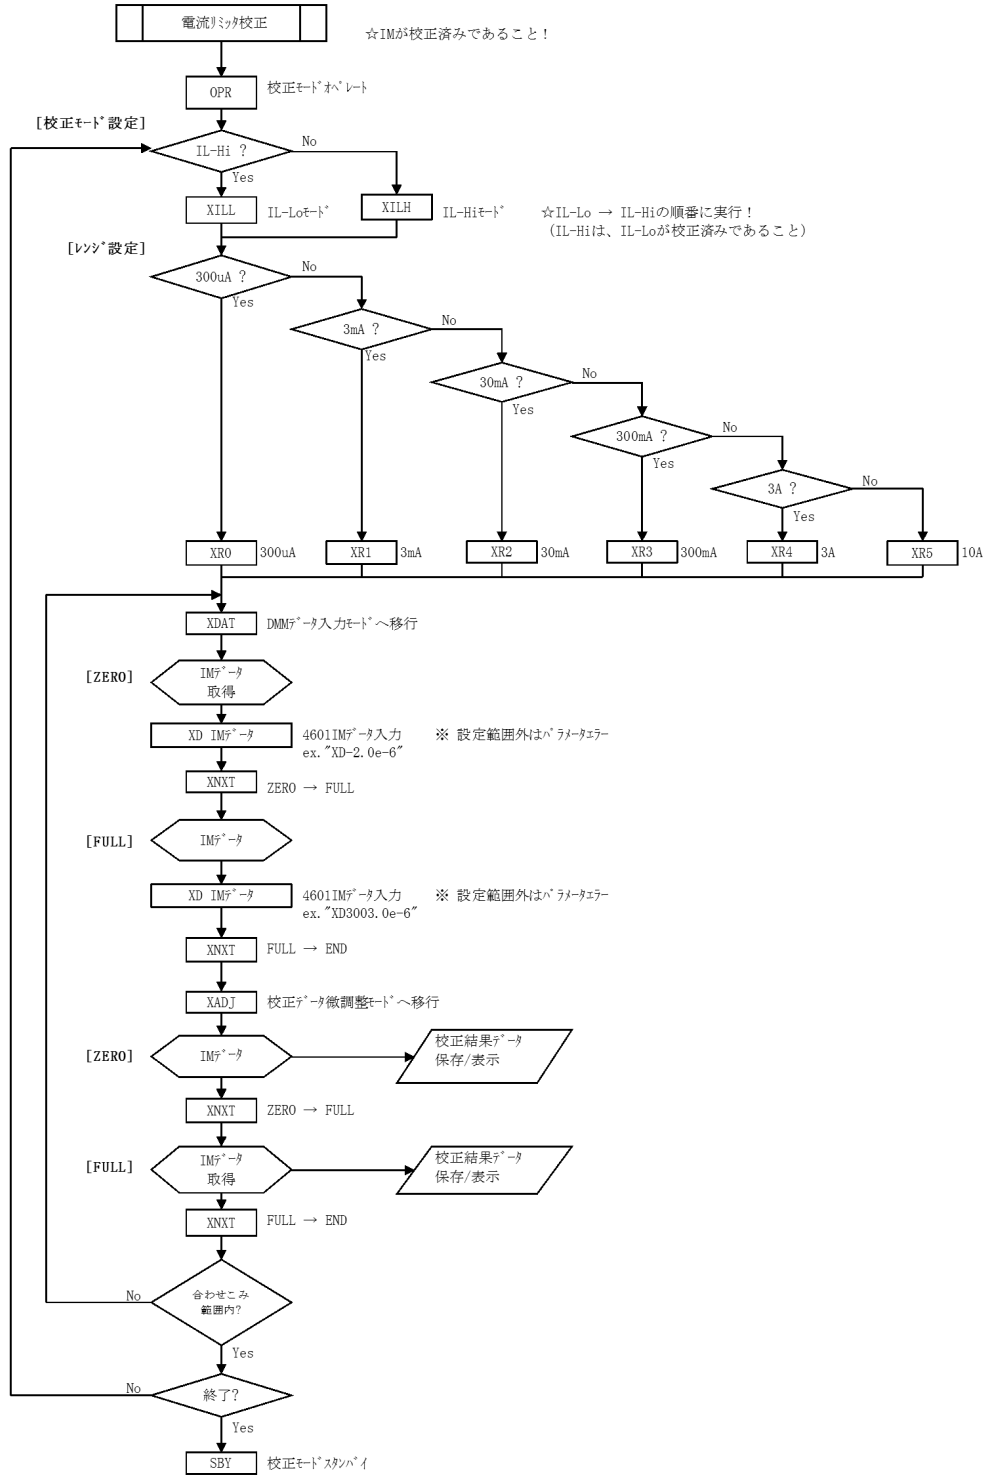

図 8-9 校正手順 (5)
電流リミッタの校正手順を図 8-9 校正手順 (5) で説明します。